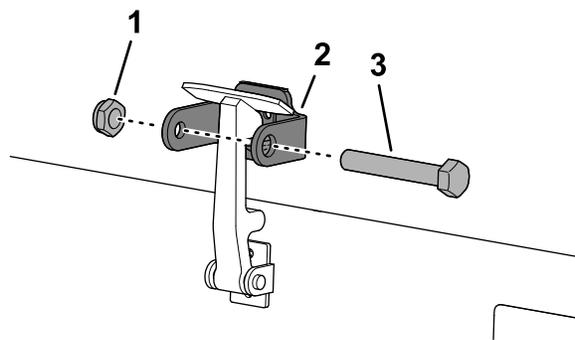

Рисунок 35
7. Вверните болт в другой рычаг кронштейна защелки капота для блокировки защелки в надлежащем положении (Рисунок 35).